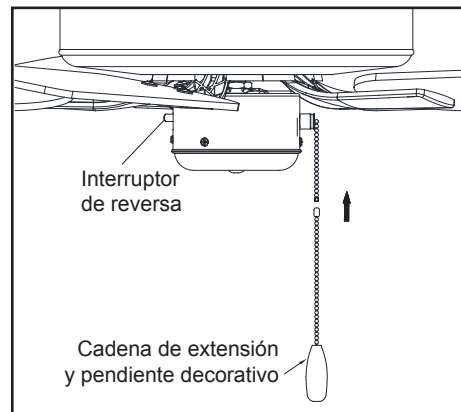

Figura 20
5. Instala las cadenas de extensión y pendientes decorativos del interruptor de cadena (Figura 20).
El ventilador se envía desde la fábrica con el interruptor de reversa en posición de hacer circular el aire hacia abajo. Si deseas dirigir la corriente de aire en sentido contrario, apaga el ventilador y espera que las aspas se detengan; enseguida desliza el interruptor de reversa (ubicado en la carcasa del interruptor, ver figura 20) hacia la posición opuesta y vuelve a encender el ventilador. Las aspas del ventilador girarán en sentido contrario e invertirán el flujo del aire.